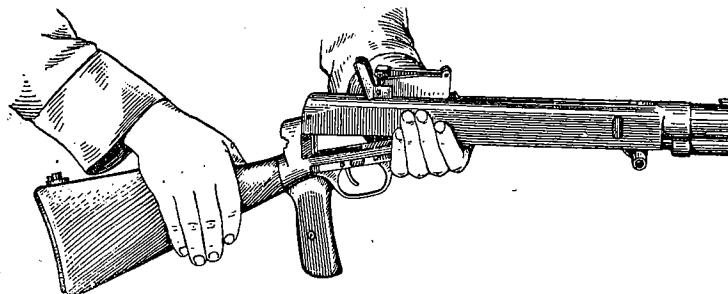

Рис. 48. Отделение спусковой рамы с прикладом
8. Отделить спусковую раму с прикладом: вывинтить соединительный винт; ударами руки по прикладу отделить спусковую раму с прикладом от ствольной коробки (рис. 48), при этом необходимо